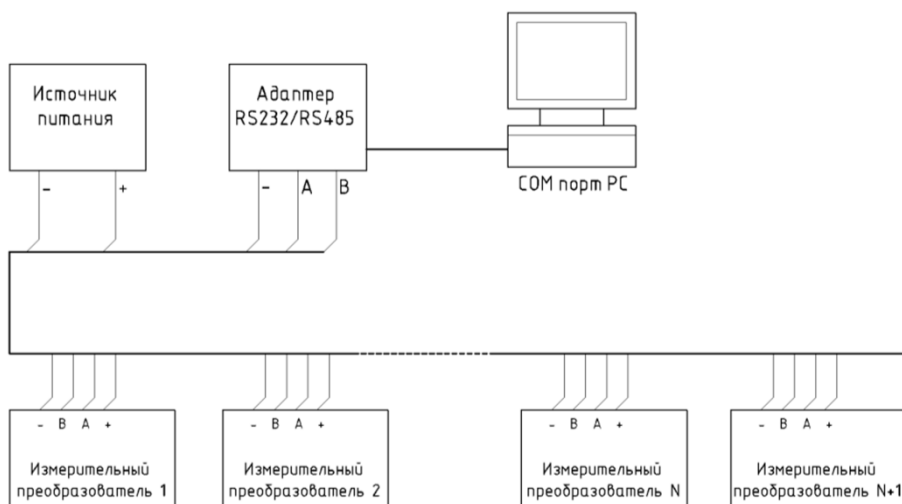

Рис.6. Схема подключения преобразователей.
6.1. Подключение преобразователя к измерительной системе осуществляется по четырем проводам - по одной паре подается напряжение питания (цепи - и +), по другой происходит обмен по интерфейсу RS-485. Преобразователи подключаются к четырехжильному кабелю параллельно, как показано на рис.6. Питание и считывание показаний из преобразователя возможно контроллером ИВА-128 или ПК через преобразователь интерфейса ПИ-1С, либо другими контроллерами Modbus RTU, имеющими интерфейс RS-485 (кроме дифференциальной пары А-В обязательно наличие общей линии GND).
Подключите преобразователь к компьютеру как показано на рис.6.